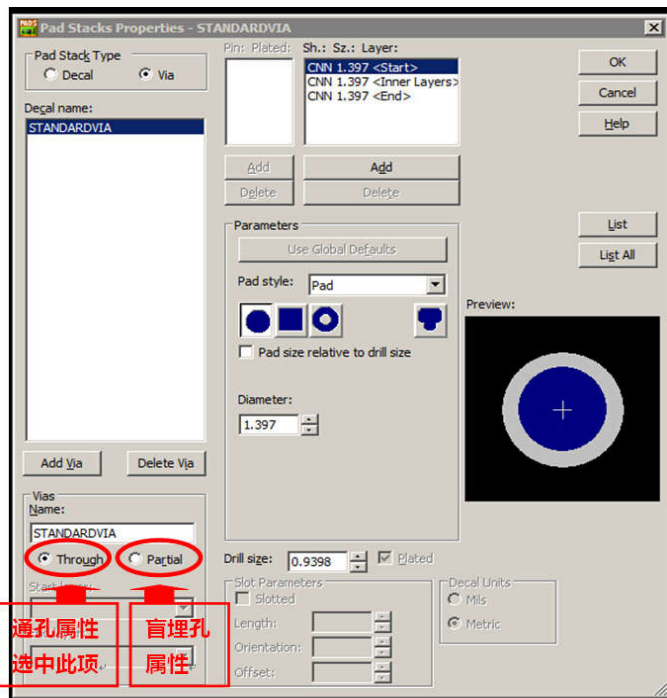

图 30 PADS 软件中 VIA 通孔设置选项
13) 我司过孔暂**只做通孔，不做盲孔和埋孔**（后续制程工艺有变化，请留意嘉立创官方网站 www.sz-jlc.com）。当用 PADS 软件设计时需注意，过孔 VIA 一定要选择 Through 选项，否则有可能出现漏钻孔现象。通孔设置如图 30 所示。